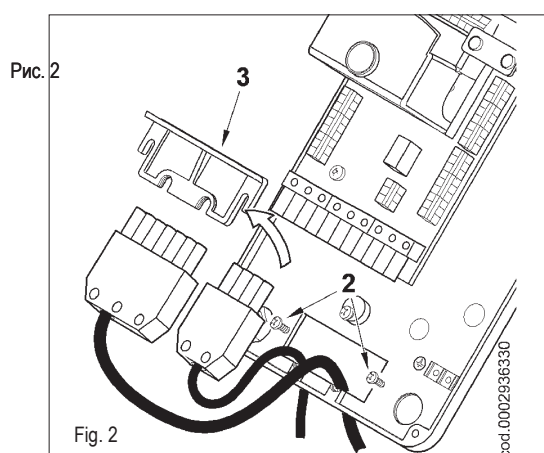

Рис. 2
- Отверните 4 винта (1), как показано на рисунке 1. Снимите крышку для получения доступа к электрическому щиту горелки.
- Ослабьте винты (2) для снятия зажимной пластинки проводов (3), через отверстие пропустите 7-штырьковый и 4-штырьковый разъёмы (см. рисунок 2).